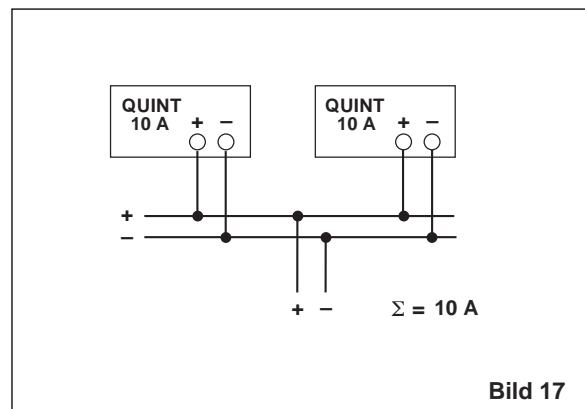

Bild 17
7.4. Redundanzbetrieb (Bild 17)